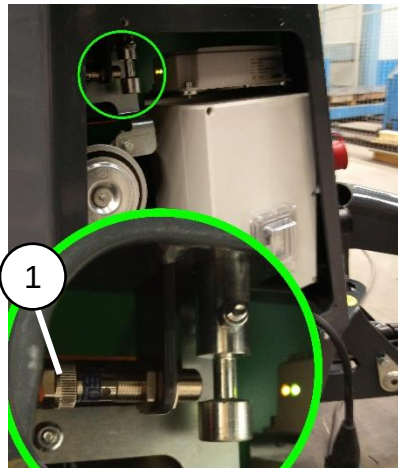

Figure 30 : Abaisser le support de transport de bras
Le capteur de support de transport inférieur S10 se trouve à l'arrière du châssis, derrière un cache (Figure 30 (1)).